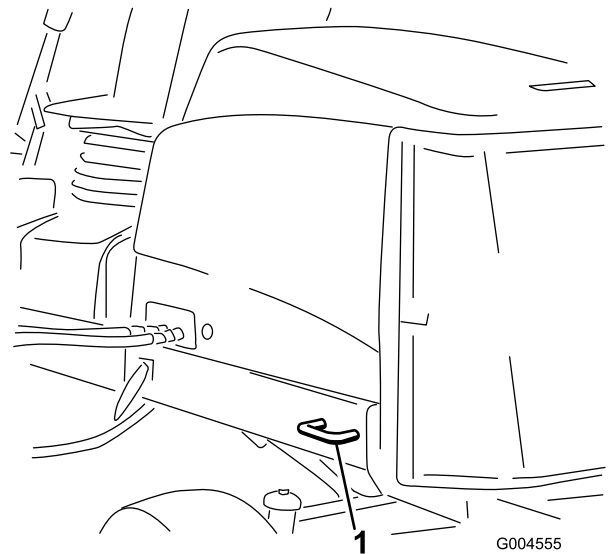

Bild 42
- **Heck der Maschine:** Jede Maschinenseite am Hinterrahmen (Bild 42).